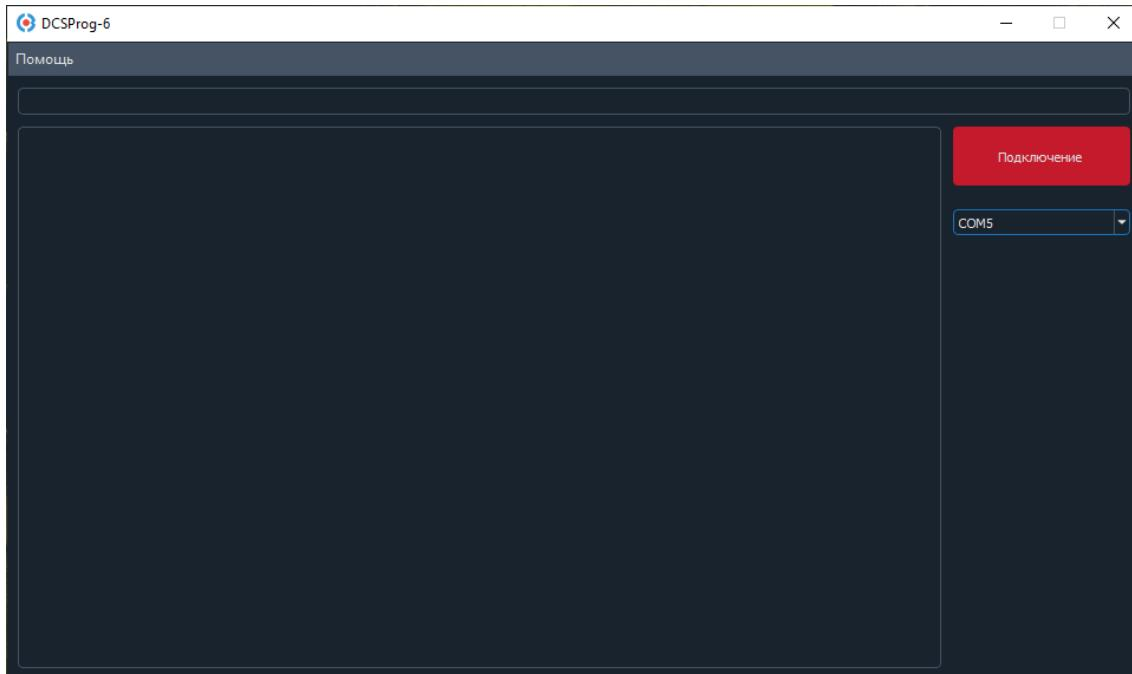

Рисунок 41. Внешний вид ПО при первом включении
3. Выберите COM-порт, который соответствует отладочной плате (Рисунок 41).